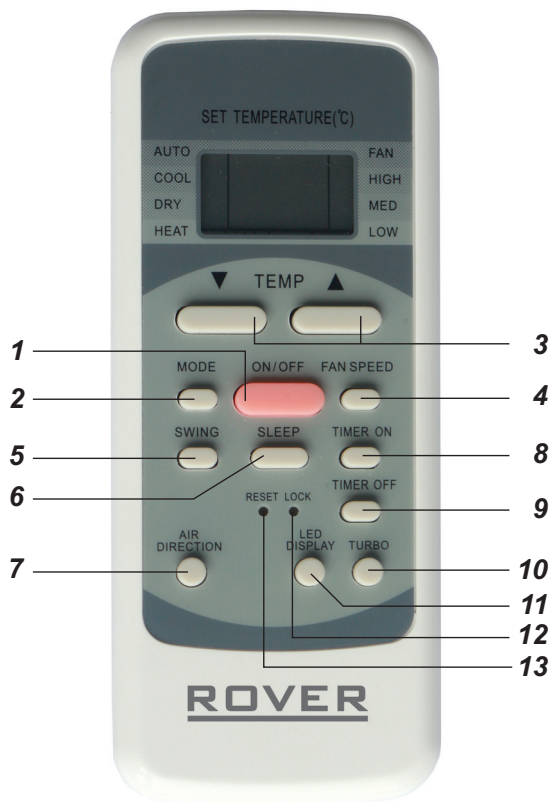

Рис. 5.1
### 5.1 ПУЛЬТ УПРАВЛЕНИЯ (РИС. 5.1)
- Для управления кондиционером применяется беспроводной инфракрасный дистанционный пульт (рис. 5.1).
- Комментарии к рис. 5.1 см. таблицу 5.1.